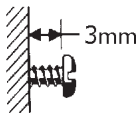

Figura 2
- Fixe o parafuso de 32 mm fornecido na parede, deixando a cabeça do parafuso a cerca de 3mm (1/8") da parede (Figura 2).